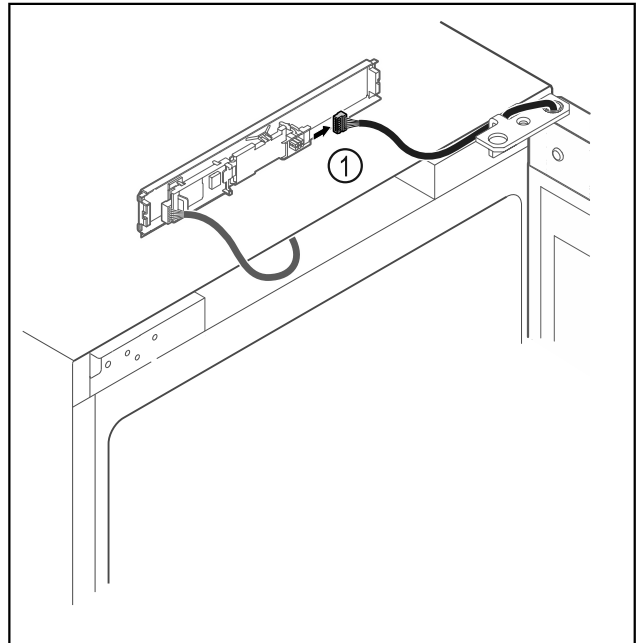

Fig. 13
- Αποσυνδέστε το φως Fig. 13 (1) από την πλακέτα.